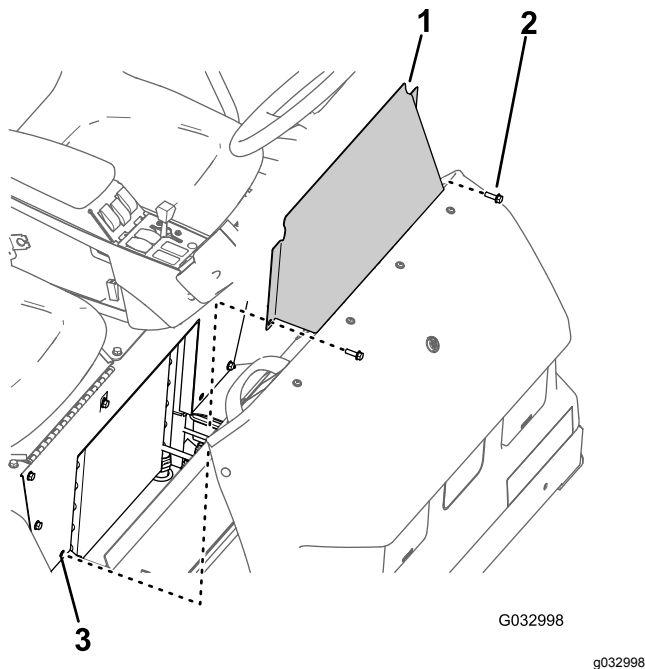

Figura 61
1. Rimuovete i 2 bulloni a testa flangiata che fissano il pannello di accesso alla base del sedile (Figura 61).
2. Rimuovete il pannello di accesso alla base del sedile dalla macchina (Figura 61).
1. Allineate i fori nel pannello di accesso alla base del sedile con i fori nella base del sedile (Figura 61).
2. Montate il pannello di accesso alla base del sedile sulla base del sedile con i 2 bulloni a testa flangiata (Figura 61) rimossi al passaggio 1 di Rimozione del pannello di accesso alla base del sedile (pagina 56).